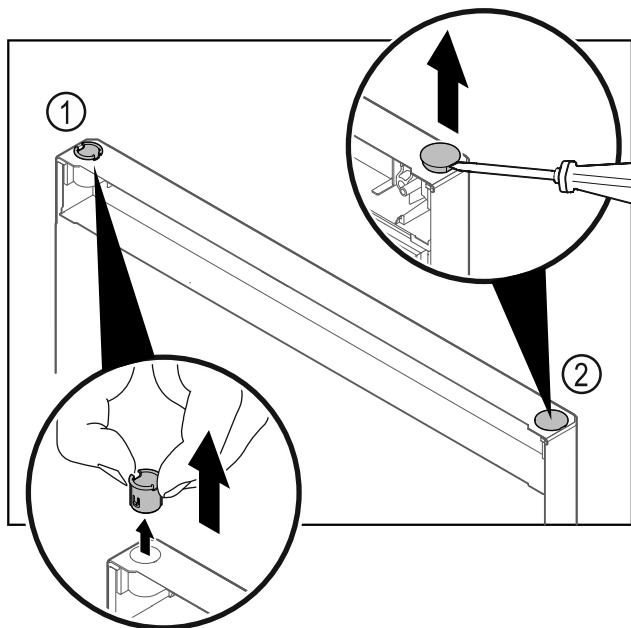

Fig. 20
- ▶ Húzza ki az ujjaival a csuklópánt-perselyt Fig. 20 (1).
- ▶ A fedődugót Fig. 20 (2) egy lapos csavarhúzóval óvatosan emelje meg és húzza ki.